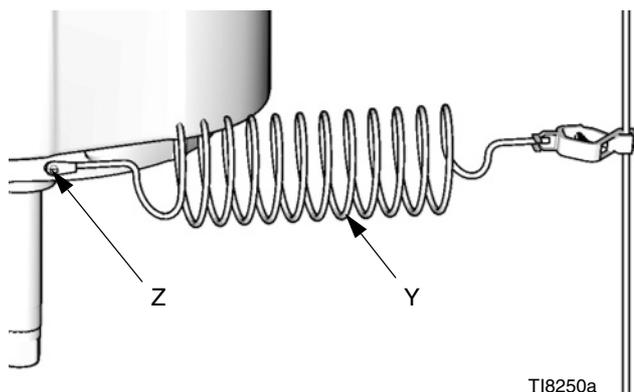

FIG. 1. Fil de mise à la terre
Pompe : utilisez un fil de terre et un collier. Consultez la FIG. 1. Retirez la vis verte de mise à la terre (Z) du bas du moteur pneumatique. Insérez la vis dans la boucle à l'extrémité du fil de terre (Y) et remettez la vis sur le moteur pneumatique. Reliez le collier de terre à une véritable prise de terre. Commandez la pièce n° 244524, fil de terre et collier.